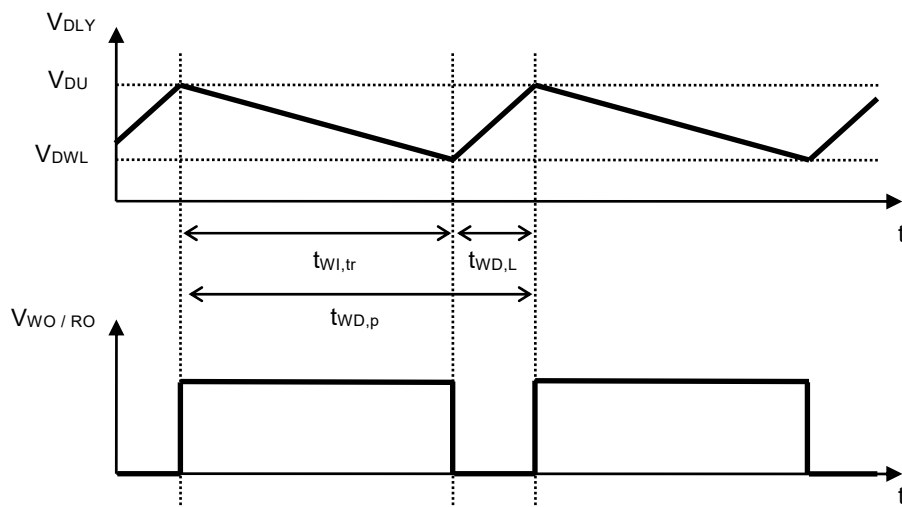

図7
*1. ウォッチドッグタイマがタイムアウトの検出を繰り返したときWO / RO端子に現れる連続矩形波の周期 (図7参照)。以下の式からもとめられます。
*2. ウォッチドッグタイマがタイムアウトの検出を行った後、WO / RO端子が "L" を継続する時間 (図7参照)。
*3. ウォッチドッグタイマがトリガ信号の検出を開始してから、タイムアウトが検出されWO端子出力が "L" に変化するまでの時間 (図7参照)。この値は C_{DLY} で変更可能です。